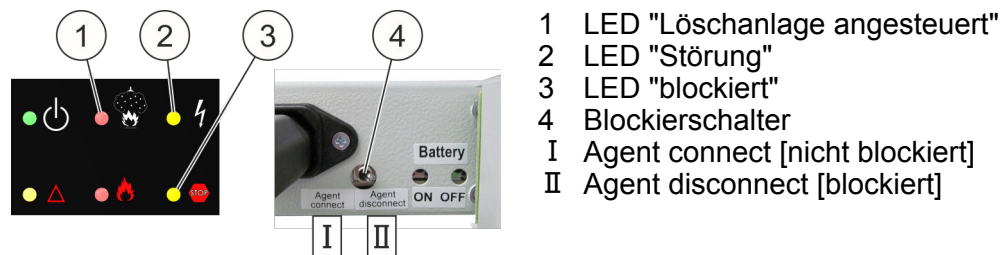

Abb. 59: Blockierung
- Das System vor einem Funktionstest blockieren. Dazu den Blockierschalter (Abb. 59/4) auf "Agent disconnect [blockiert]" (Abb. 59/ II) schalten.
- Die obere gelbe LED (Abb. 59/2) leuchtet.
Ist eine mit Türkontaktschalter ausgerüstete Tür geöffnet, leuchtet zusätzlich die untere gelbe LED (Abb. 59/3).
- Vor Aufhebung der Blockierung sicherstellen, dass die obere rote LED (Abb. 59/1) **nicht** leuchtet, da andernfalls der Löschvorgang sofort eingeleitet wird.